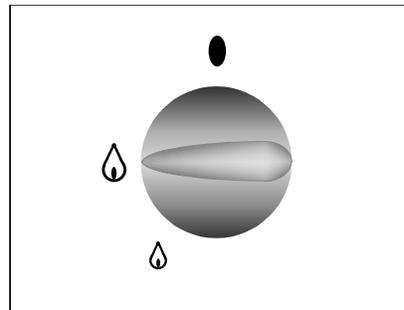

Abb. 2
3. Drücken und drehen Sie den Schalter entgegen dem Uhrzeigersinn bis zum Zeichen "große Flamme". (Abb. 2).